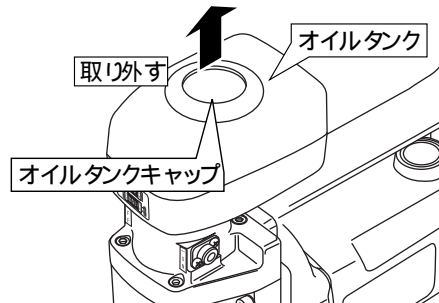

図6
(2)付属の水溶性切削液を5~10倍にうすめ、オイルタンクに入れ、オイルタンクキャップを取り付けます。図6)